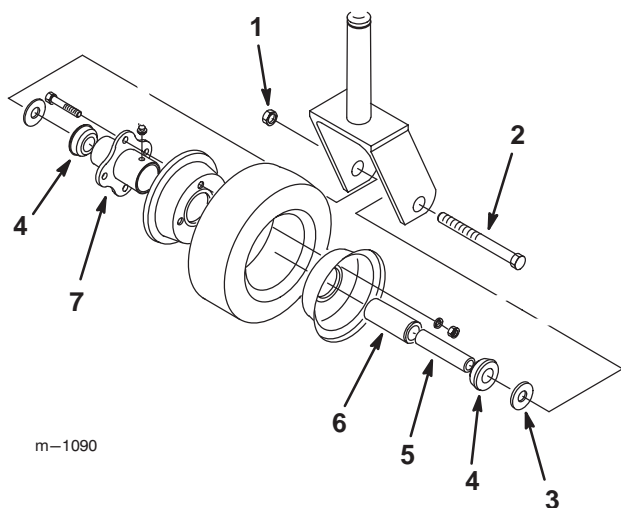

Figure 33
1. Enlevez le contre-écrou et le boulon qui assujettissent la roue pivotante sur la fourche (Fig. 33).
2. Enlevez la rondelle et la bague, puis sortez la douille pour clé et le roulement à rouleaux du moyeu de roue (Fig. 33).
3. Enlevez l'autre rondelle et l'autre bague du moyeu, puis enlevez la graisse et les saletés qui se trouvent éventuellement dans le moyeu (Fig. 33).
4. Examinez l'usure du roulement à rouleaux, des bagues, de la douille pour clé et de l'intérieur du moyeu. Remplacez les pièces endommagées ou usées (Fig. 33).
5. Placez les rondelles à l'extérieur des bagues, puis reposez la roue pivotante dans la fourche et fixez l'ensemble avec le boulon et le contre-écrou. Serrez le contre-écrou jusqu'à ce que la base de la douille pour clé soit en appui contre l'intérieur de la fourche (Fig. 33).